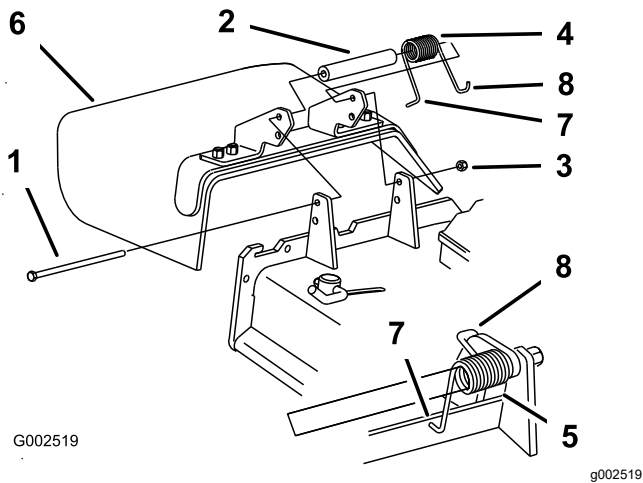

Figura 15
- Retire el conducto de descarga lateral de la carcasa de corte (Figura 15).